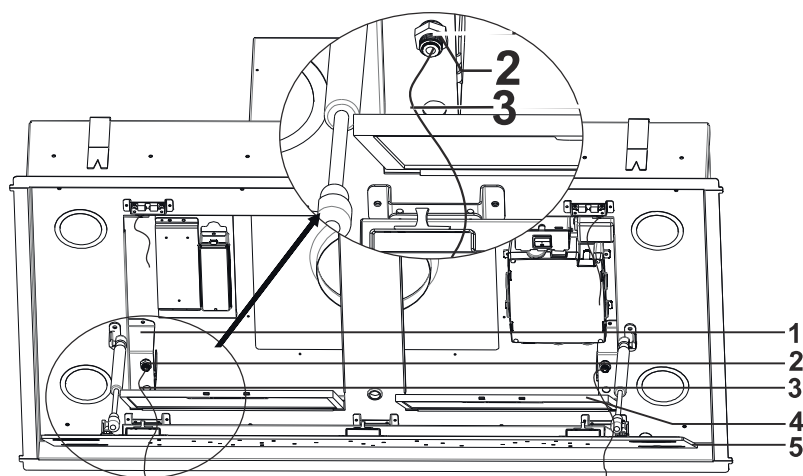

Fig. 11
5. ▶ Vip kantsugpladen ud, ved at tage fat i hjørnerne og hive forsigtigt i den (Fig. 11/5).
Fjern fedtfilterne (Fig. 11/4) og træk stålwirerne igennem sikkerhedslåsene oppefra og ned (Fig. 11/2). Gør dette for alle 4 stålwirer der medfølger